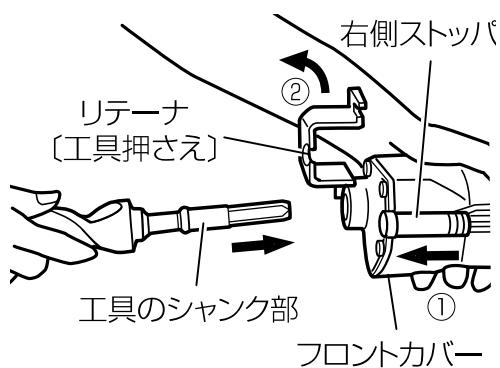

図 3 - 2
(1) 右側ストップを矢印①の向きに押し、リテーナ [工具押さえ] を矢印②の向きに回転させます。次に、工具のシャンク部をフロントカバー六角穴へいっぱいにさし込みます。(図 3 - 2)
(2) 右側ストップを矢印①の向きに押し、リテーナを元に戻して工具が抜けないようにしてからストップをはなします。